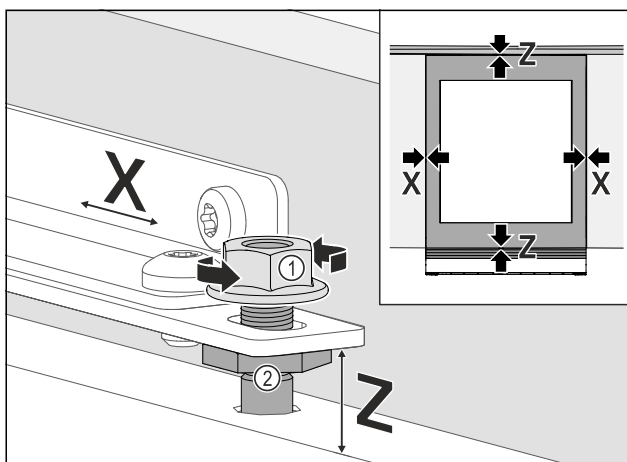

Fig. 46
- Aligner latéralement la porte du meuble : desserrer les contre-écrous Fig. 46 (1), pousser la porte du meuble dans la direction X.
- Serrer les contre-écrous Fig. 46 (1).
- Régler la porte du meuble à la hauteur Z et ajuster l'inclinaison latérale : Ajuster les boulons de réglage Fig. 46 (2).